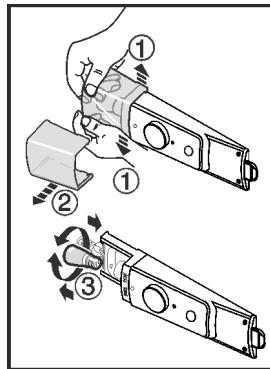

Fig. 10
- Poklopac žaruljice rastavite prema slici, unutra, pritiskom u prednjem dijelu Fig. 10 (1) i skinite ga povlačenjem u stranu Fig. 10 (2).
► Zamjenite žarulju. Fig. 10 (3)